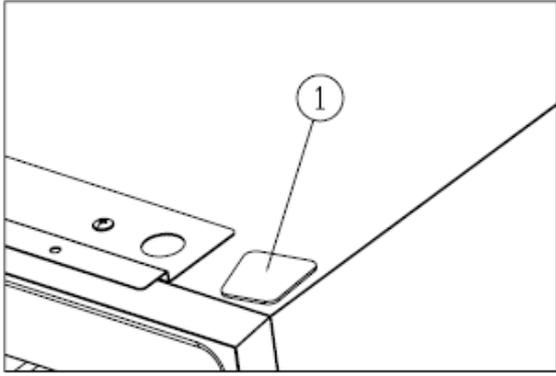

Figure 4
- ✧ Installer le couvercle de germination① [Figure 4].